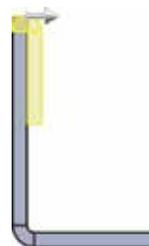

图 5.63 闭合类型
-  (闭合) 单选项: 用于控制褶边的内壁与附着边所在的面之间几乎重合 (一般有 0.1mm 的间隙), 此间隙不可调整, 效果如图 5.63 所示。